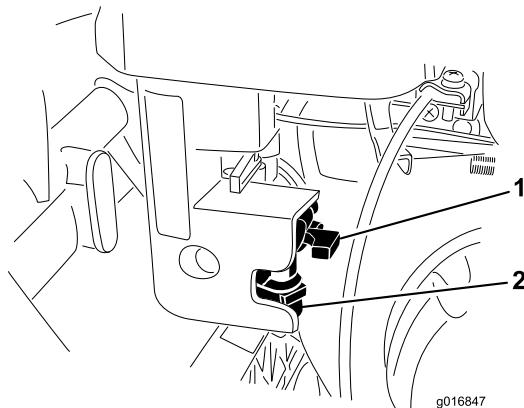

Рисунок 36
1. Закройте топливный запорный клапан и вывинтите отстойник топливного бака из корпуса фильтра (Рисунок 36).